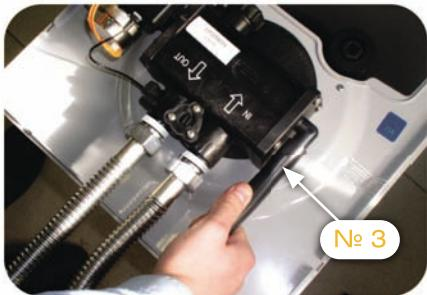

рисунок 4
- 1 Подсоедините дренажную трубку № 3 (см. рисунок 4) с внутренним диаметром 16 мм.